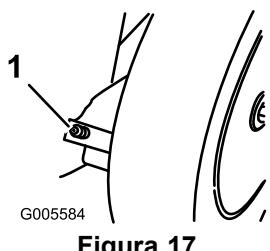

Figura 17
5. Tergete i raccordi d'ingrassaggio con un panno pulito (Figura 17).